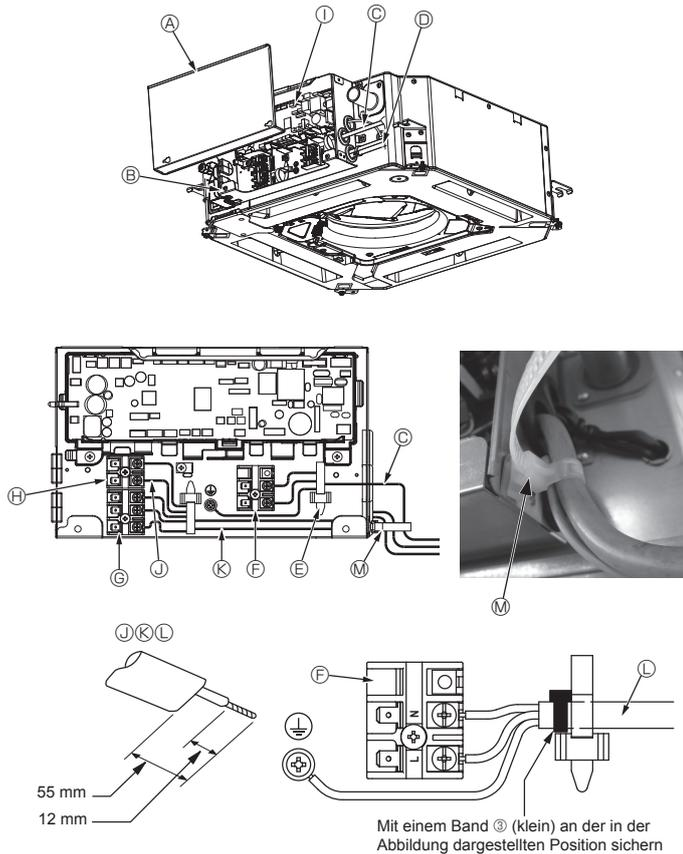
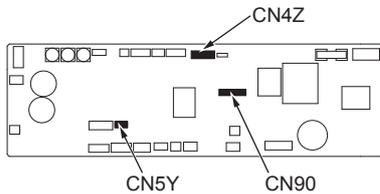
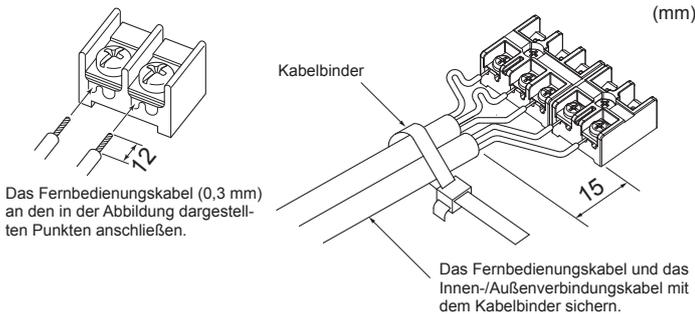

Fig. 5-1
Fig. 5-2
Fig. 5-3
5.1. Innengerät (Fig. 5-1, Fig. 5-2, Fig. 5-3)